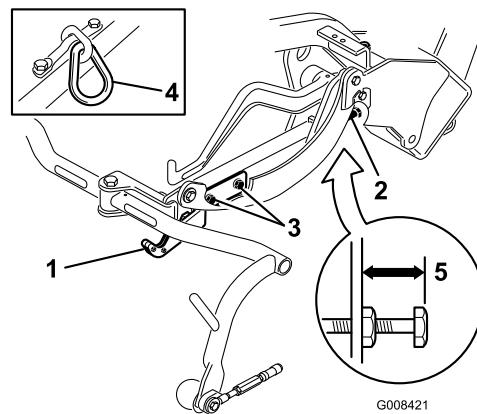
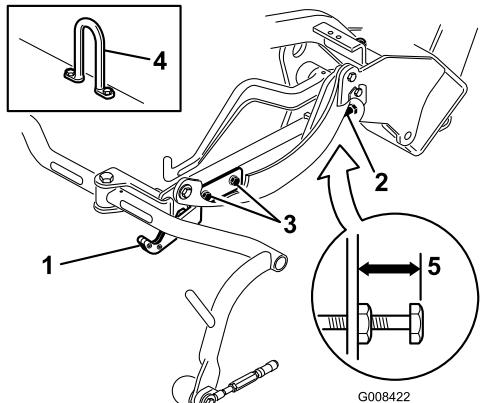
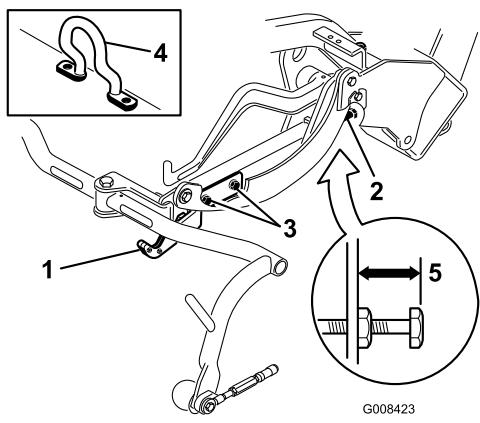

Figura 19
Figura 20
Figura 21
Compruebe la altura de transporte (Figura 19 y Figura 20) y ajústela, si es necesario.
- En unidades de corte equipadas con un gancho de elevación con eslabón de cadena o recto (Figura 19 y Figura 20) compruebe que la distancia entre la parte superior del tornillo de ajuste del bastidor de tiro y el borde trasero del bastidor de tiro es de 22 mm. Si la distancia no es de 22 mm, continúe con el paso 4. Si la unidad de corte está equipada con un gancho de elevación acodado, (Figura 21), continúe con el paso siguiente.
3. En unidades de corte equipadas con un gancho de elevación acodado (Figura 21, detalle) compruebe que la distancia entre la parte superior del tornillo de ajuste del bastidor de tiro y el borde trasero del bastidor de tiro es de 25 mm. Si la distancia no es de 25 mm, continúe con el paso 4.
4. Afloje los tornillos de montaje de la pletina de transporte (Figura 19, Figura 20 y Figura 21).
7. Si los bastidores de tiro no están a la misma altura, afloje la contratuerca del tornillo de ajuste del bastidor de tiro (Fig. Figura 19, Figura 20 y Figura 21). Gire el tornillo hacia fuera para elevar y hacia dentro para bajar. Apriete la contratuerca después de obtener la altura correcta.